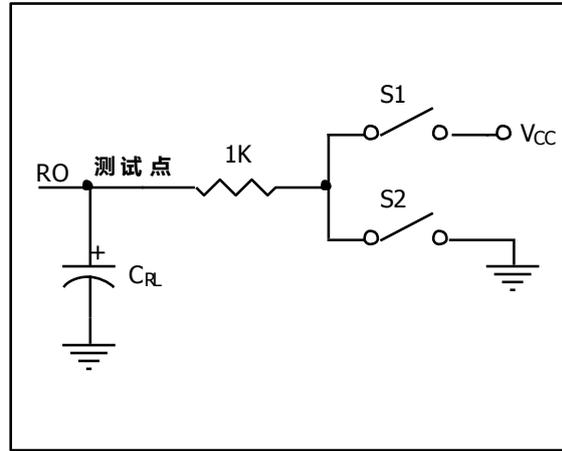
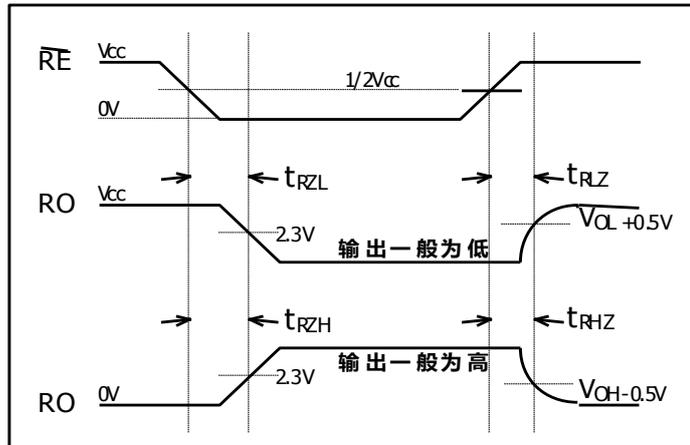

图 2：接收器使能/关断开关特性测试负载
图 8: 接收器使能/关断时序
| 接收器使能到输出为低                         | trZL   |  | 图 2 和图 8 $C_L=100pF$S1 闭合  | -   | 20        | 50   | nS |
| 接收器使能到输出为高                         | trZH   | 图 2 和图 8 $C_L=100pF$S2 闭合                                | -                              | 20  | 50        | nS   |    |
| 接收器从低到关闭                           | trLZ   | 图 2 和图 8 $C_L=100pF$S1 闭合                                | -                              | 20  | 50        | nS   |    |
| 接收器从高到关闭                           | trHZ   | 图 2 和图 8 $C_L=100pF$S2 闭合                                | -                              | 20  | 50        | nS   |    |
(6) 测试线路见图8